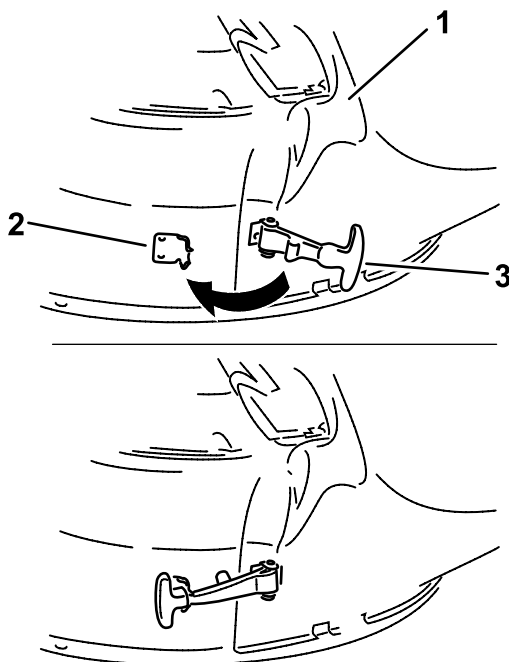

Figura 23
7. Enganche el cierre flexible del conducto en el soporte de retención soldado a la carcasa del cortacésped (Figura 23).